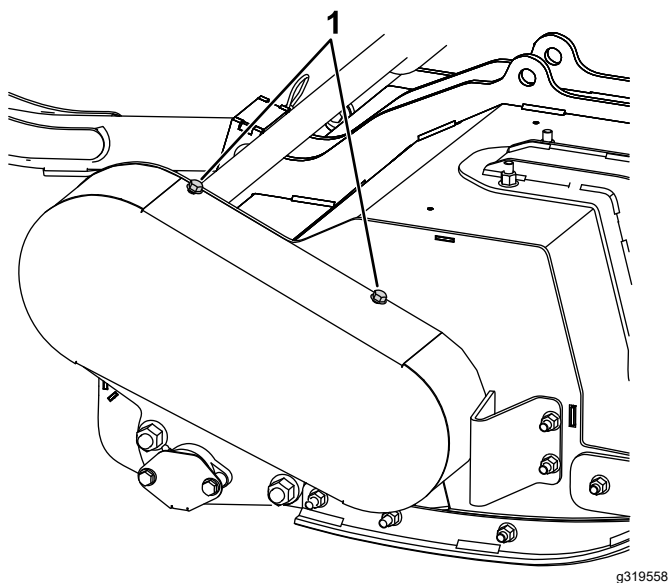

Рисунок 26
2. Ослабьте 4 невыпадающих винта, которые крепят верхнюю и нижнюю части кожуха ремня к машине (**Рисунок 26**)
9. Установите кожух ремня (**Рисунок 26**).
2. Снимите кожух ремня (Рисунок 26).